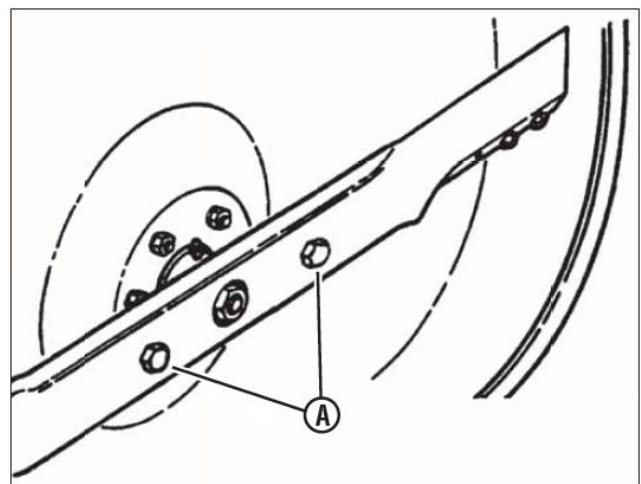

Рис. 20. Проверка момента затяжки болта крепления ножа
4. Проверьте момент затяжки болтов крепления ножа (А, рис. 20). При необходимости подтяните болты до 30-40 фунтов на фут.